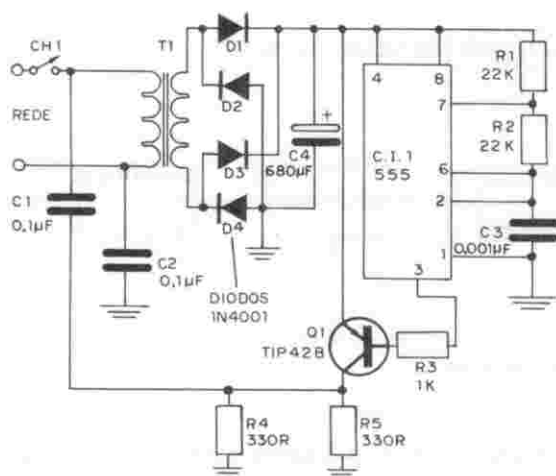
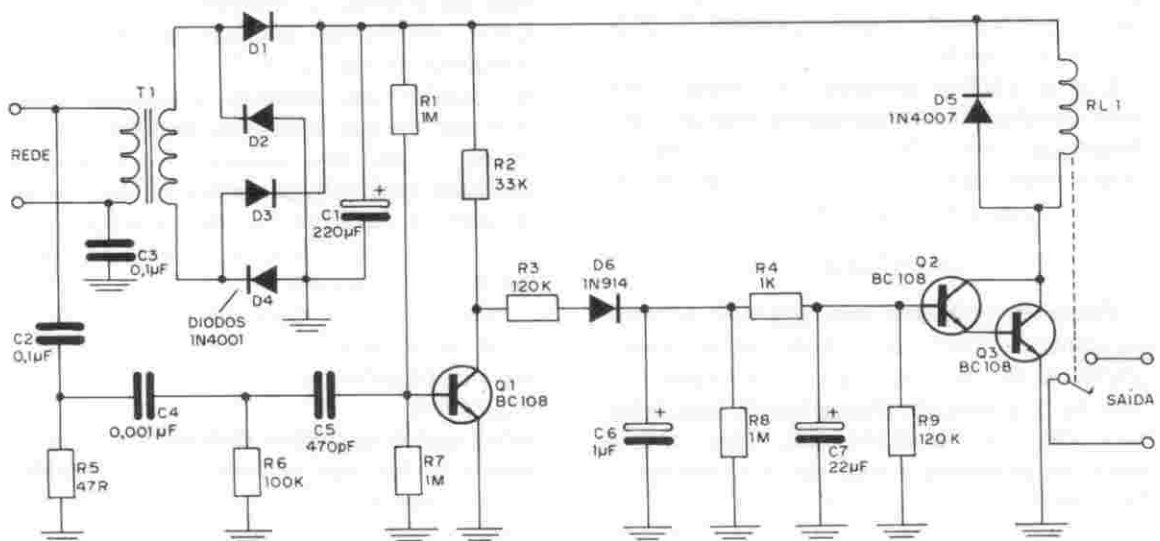

figura 3
figura 6
Duvidou, não é? Então veja na figura 3 que simplicidade é o diagrama elétrico da unidade transmissora! Apenas um único circuito integrado: o nosso "velho amigo" 555 funcionando como astável!
Isto equivale a dizer que, num ciclo, a ddp (diferença de potencial) nos bornes das resistências em paralelo R4 e R5, figura 3, é igual a  $+V_{cc}$  na razão de 1/2, conforme bem o mostra a figura 5. O transistor Q1, portanto, funciona como um circuito amplificador inversor.
Já que estamos falando na unidade receptora, a figura 6 nos brinda com o seu circuito elétrico tão, ou mais, simples que o circuito do transmissor, pelo menos a fonte de alimentação é igual à da unidade transmissora, com excessão do interruptor CH1, figura 3, que, neste caso, é totalmente dispensável uma vez que a estação receptora deve ficar em funcionamento permanente.
Os sinais presentes na rede de alimentação são capacitivamente acoplados ao circuito por intermédio dos capacitores C2 e C3, figura 6, cabendo a este último formar o referencial terra para esses sinais.
De fato, se cessarem as oscilações, o transistor Q1, figura 6, será levado à saturação, pois R1 e R7 apresentam o mesmo valor resistivo; com isso o potencial de seu coletor é praticamente nulo e em pouco tempo a carga armazenada nos capacitores C6 e C7 se reduzirá a um valor tal que o transistor Q2 é impossibilitado de conduzir, ainda mais pela presença de R9, o mesmo ocorrendo com Q3 que, então, reterá a alimentação da bobina do relê, razão pela qual seus contatos retornam à posição indicada na figura 6, desenergizando a carga sob seu comando.
- não foi previsto o interruptor liga-desliga CH1, conforme aparece no diagrama esquemático da figura 3,